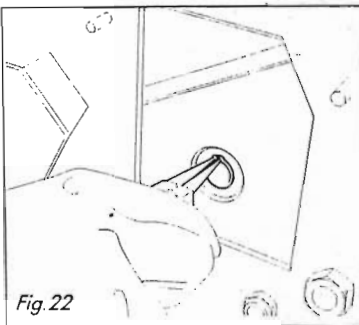

Fig. 22
- Placer le pince pour seeger et enlever l'anneau comme indiqué fig. 22 (côté hacheuse).